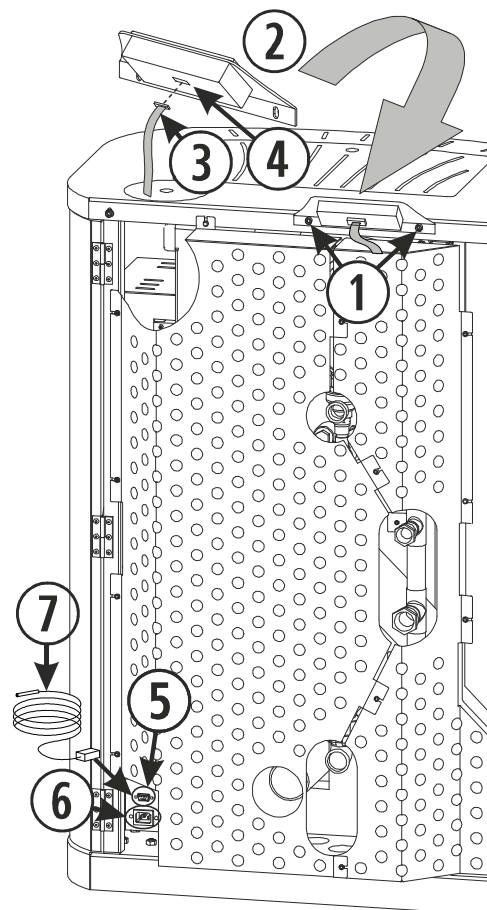

Figura 9
Devemos ajustar os parafusos que fixam o suporte à caldeira (①), como se indica na *figura 9* (Aveiro), ligar a fita plana de ligação do teclado (③), que está na parte traseira presa com uma fita adesiva e ligá-la ao teclado (④), só tem uma posição de ligação.
A sonda de ambiente (⑦) e o cabo de alimentação ligam-se na parte traseira da estufa indica a *figura 9*. Saberemos que a caldeira o reconhece porque veremos a temperatura ambiente no painel de comandos. Se ligarmos um termostato ou contacto, no lugar de visualizar a temperatura ambiente aparecerá ( · ) indicando-nos que há algo ligado na porta de comunicação.